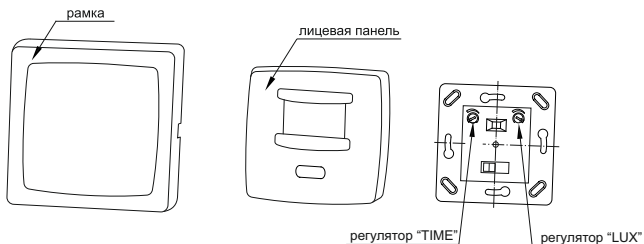

Рисунок 8 – Конструкция датчика движения ДД 030
- снять рамку, а затем лицевую панель с основания датчика, поддев её отверткой с прямым шлицем (рисунок 8);
Регулятор выдержки времени включения датчика «TIME», освещённости «LUX» и переключатель режимов работы датчика находится под лицевой панелью (рисунок 8), которая снимается с помощью отвёртки. Регулировка осуществляется с помощью отвёртки с прямым шлицем.